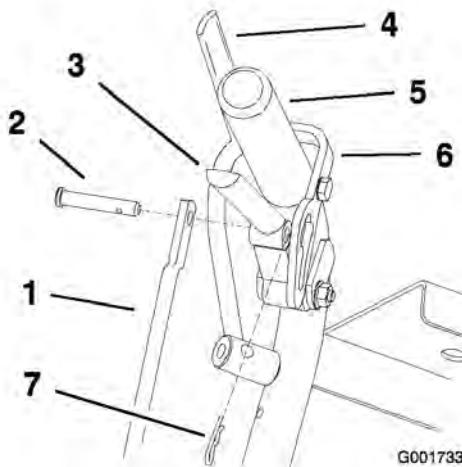

Figura 16
1. Retire los pasadores y los pasadores de seguridad de las palancas de avance y los cierres de bloqueo de punto muerto (Figura 16).
12. Ajuste la longitud de la varilla de control girando la varilla de control en el acoplamiento (Figura 16).
punto muerto e introduzcalo en los pasadores de seguridad (Figura 16).